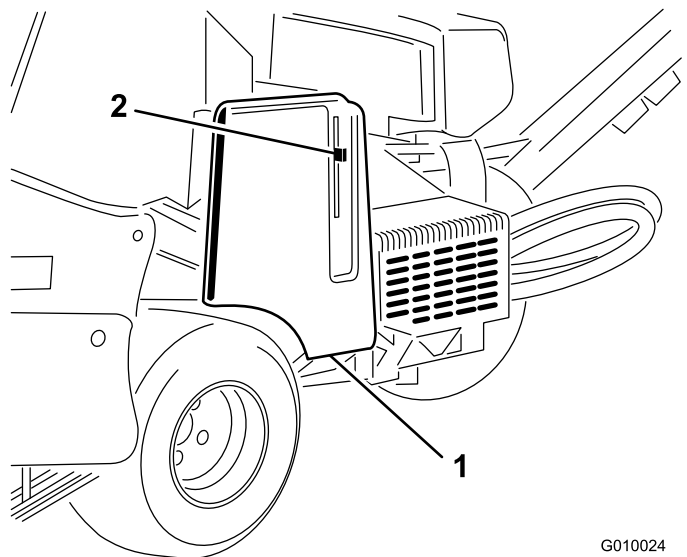
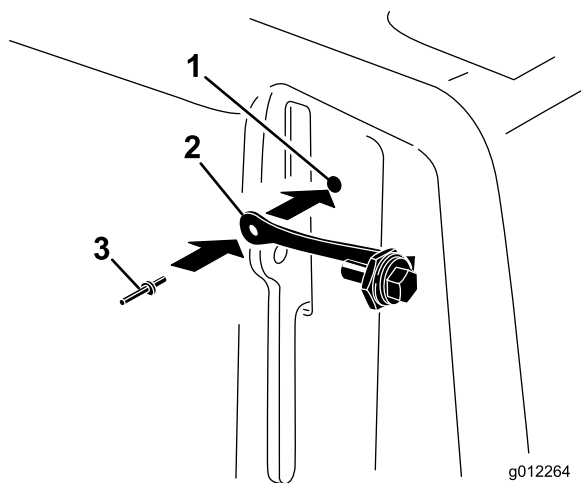

Figura 6
Figura 7
1. Localizezi orificiul din capacul curelei de lângă maneta de blocare (Figura 6 i Figura 7).
2. Folosind orificiul din capacul curelei, montai ansamblul nurului cu un nit pop (Figura 7).